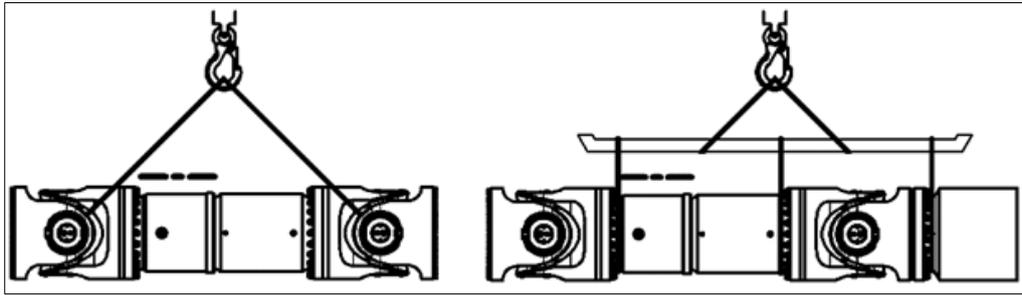

Abb. 4.1: Gelenkwelle anhängen
- ⇒ Gelenkwelle nur an den vorgeschriebenen Anhängepunkten anheben (→ Abb. 4.1).
- ⇒ Gelenkwelle nicht im markierten Bereich anhängen (→ Abb. 4.1).
- ⇒ (→ Abb.4.1 anhängen — · —)